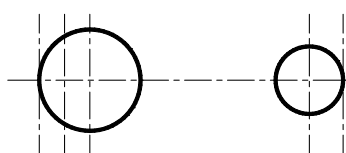

图 7-6 绘制圆
- 09 单击【绘图】工具栏按钮,捕捉中心线的交点,绘制半径为 10 和 15 的圆,如图 7-6 所示。